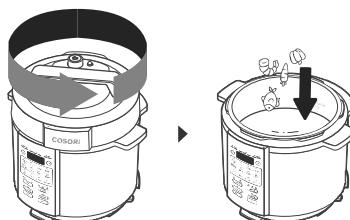

Figura 6.1
- Ruotare il coperchio in senso antiorario e sollevarlo per rimuoverlo. **Non** utilizzare il coperchio della pentola a pressione quando si utilizza la funzione di cottura **SAUTE**. **[Figura 6.1]**